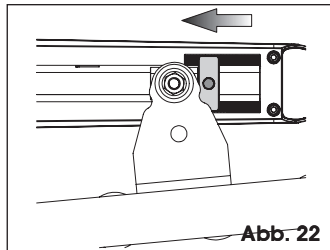

Abb. 22
4. Den mechanischen Anschlag an die vordere Befestigung annähern (siehe Abb. 22).